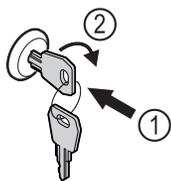

Fig. 189
- ▶ Insérer la clé. Fig. 189 (1)
- ▶ Tourner la clé à 90° dans le sens horaire. Fig. 189 (2)